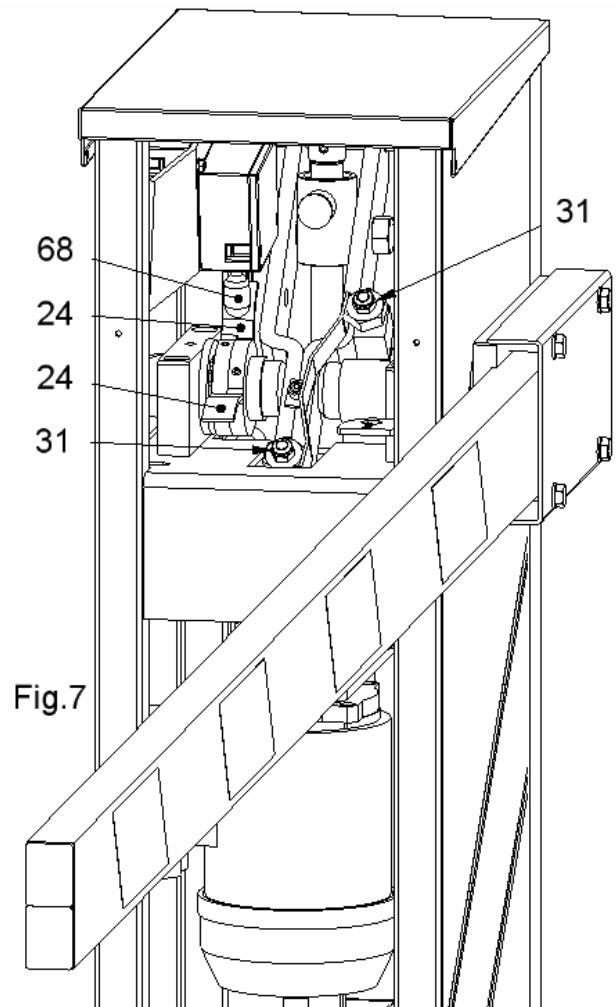

Fig.7
Manovrare manualmente con la maniglia (pos.43) la salita e la discesa dell'asta e verificare l'esatto intervento sia del finecorsa elettrico di salita/discesa (pos.68 vedi fig.7) sia degli arresti meccanici (pos.31 vedi fig.7) già preregistrati dalla Casit.
Manually operate with the handle (pos.43) the slope and the descent of the arm and verify the exact intervention both of the electric limitswitch of opening/descent (pos.68 see fig.7) both of the mechanical arrests (pos.31 see fig.7) already registered from Casit.
Manoeuvrer manuellement avec la poignée (pos.43) la montée et la descente de la lisse et vérifier l'exacte intervention soit du fin de course électrique du montée/descente (pos.68 voir fig.7) soit des arrêts mécaniques (pos.31 voir fig.7) déjà preenregistrés du Casit.
- 4) (I) L'eventuale regolazione del finecorsa elettrico (pos.68) di salita/discesa si effettua agendo sulle 2 camme (pos.24) poste sull'albero di manovra che vanno ad intercettare il finecorsa nei 2 sensi di marcia. Il finecorsa elettrico di salita /discesa deve attivarsi un attimo prima che l'arresto meccanico (pos.31) intervenga (fig. 7).
- (GB) The possible regulation of the electric limitswitch (pos.68) of opening/descent on effects acting around 2 cams (pos.24) settled on the tree of manoeuvre that they go to intercept the limitswitches in the 2 senses of march. The electric limitswitch of opening / descent has to activate itself just an instant before the mechanical arrest (pos.31) intervenes (fig. 7).
- (F) L'eventuelle régulation du fin de course électrique (pos.68) de montée/descente s'effectue en agissant sur les 2 cammes (pos.24) positionnées sur l'arbre de manoeuvre qui vont intercepter le fin de course dans les 2 sens de marche. Le fin de course électrique de montée/descente doit s'activer un instant d'abord que l'arrêt mécanique (pos.31) intervienne (fig. 7).